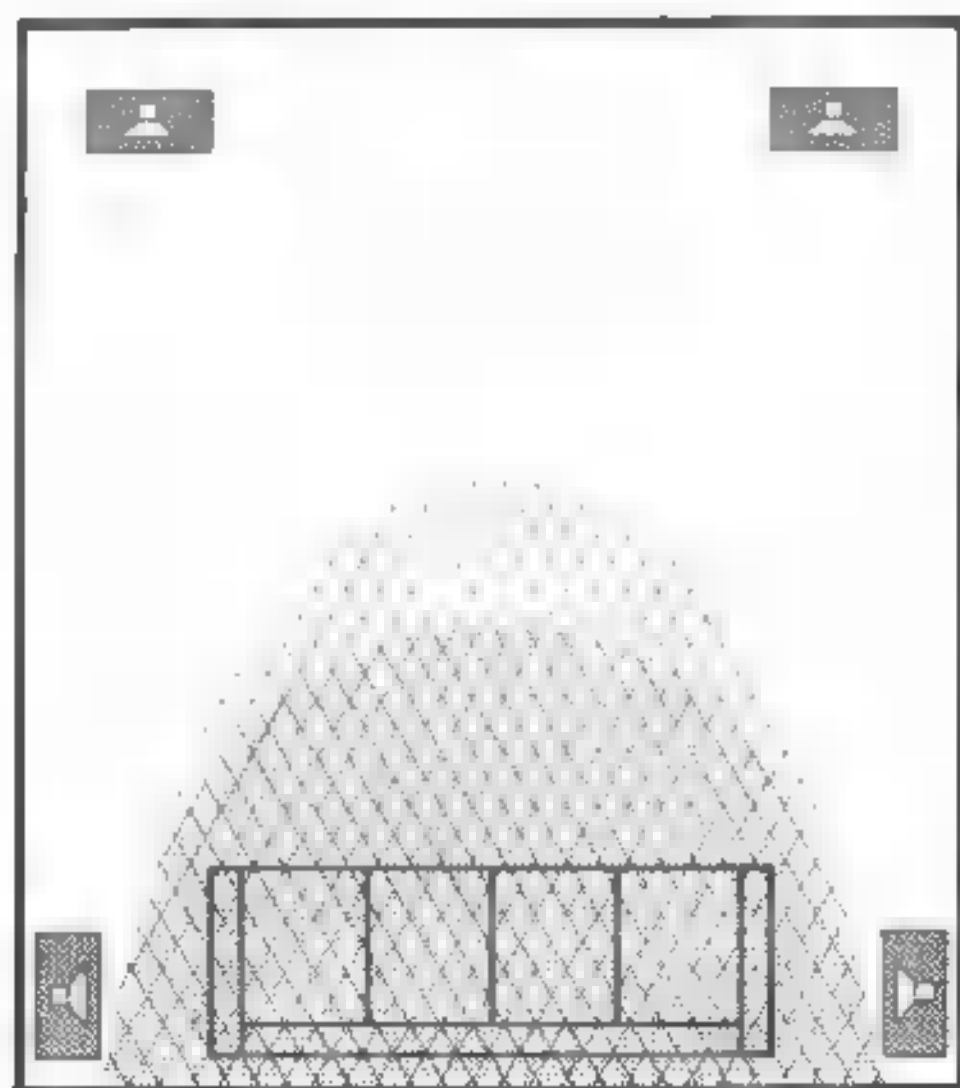

Fig. 11
Die Aufstellung der Lautsprecherboxen für vierkanalige Wiedergabe kann, wie in Fig. 11 und 12 gezeigt, erfolgen. Das vordere Boxenpaar ist an die Buchsen FRONT und die rückwärtigen Lautsprecher an die Buchsen REAR anzuschließen. Rechts (RIGHT) und links (LEFT) gilt vom Zuhörer aus gesehen. Stellen Sie zunächst die gewünschte Gesamtlautstärke mit dem Lautstärkereglер (40) ein und bringen Sie den Betriebsarten-Schalter (MODE) (31) in die Stellung Q I.
The speaker for 4-channel reproduction can be set up as shown in Fig. 11 and 12. The front pair of speakers should be connected to the FRONT jacks, the rear speakers to the REAR jacks. Right (RIGHT) and left (LEFT) are as seen by the listener.
An dieser Buchse liegt unmittelbar das vom Tonabnehmersystem kommende Signal vor dem Entzerrer-Vorverstärker. Diese Anschlußbuchse benutzen Sie bitte nur, wenn Sie den Plattenspieler Ihrer HiFi-Stereo-Anlage ohne den eingebauten Verstärker verwenden (Anschluß an den Magnet-Tonabnehmer-Eingang eines separaten Leistungsverstärkers) oder wenn Sie Ihr Gerät an einen CD 4-Demodulator anschließen wollen. Mit dem Anschluß eines Demodulators oder separaten Verstärkers wird der eingebaute Verstärker automatisch abgeschaltet. Aufstellung der Lautsprecherboxen siehe Fig. 11 und 12.
The signal from the pick-up cartridge directly before in equalizer preamplifier is available at this jack. This connection jack should only be used if you want to use the turntable of your hifi stereo system without the built-in amplifier (connection to the magnetic cartridge input of a separate output amplifier) or if you want to connect your unit to a CD 4 demodulator. When a demodulator or separate amplifier is connected the built-in amplifier is automatically switched off. For speaker arrangement see Figures 11 and 12.